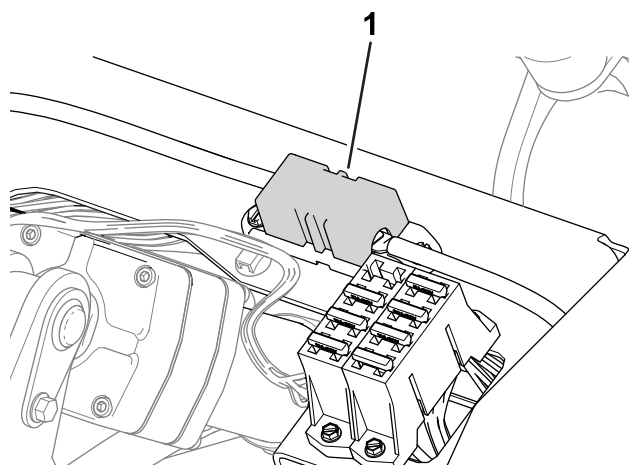

Figure 43
- Les fusibles du moteur de roue droite (60 A) se trouvent sous le siège (Figure 43).